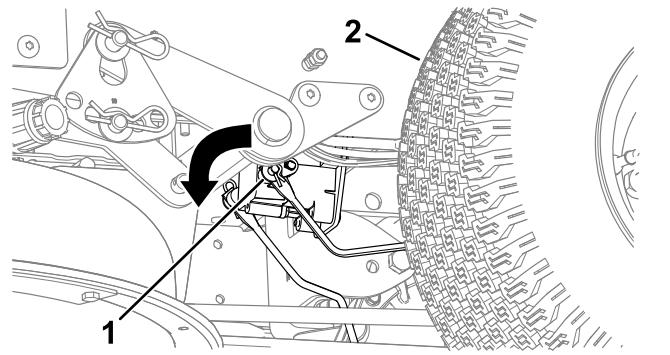

Figura 51
3. Localice el eje del freno eléctrico al que están conectados los brazos de enganche de los frenos (Figura 51).